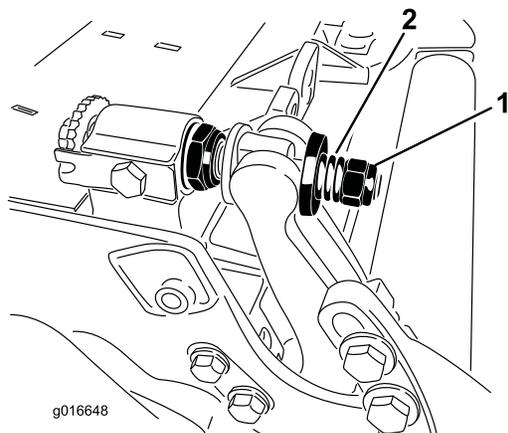

Figura 31
- Serrate i dadi di bloccaggio allo stesso modo su ambo i lati in modo che le rondelle in acciaio esterne non possano essere ruotate manualmente. Poi allentate i dadi di bloccaggio finché le rondelle in acciaio esterne possono essere ruotate manualmente ma non sia più presente il gioco finale della barra di appoggio. (Figura 31).
10. Serrate il dado su ciascun gruppo di regolazione della barra di appoggio fino a comprimere completamente la molla di compressione, quindi allentate il dado di 1/2 giro (Figura 31).